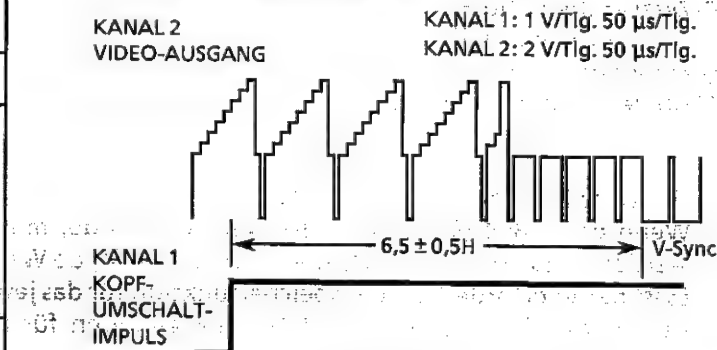

Abbildung 5-2.
6. Die Überprüfung der Wellenform am Oszilloskop-Bildschirm wie in Abbildung 5-2. vornehmen. Dieser Vorgang muß unmittelbar nach der Einstellung des Kopfumschaltpunkts durchgeführt werden.
① In den TEST-Modus schalten, wenn die Einstellung der Funktionen KOPFUMSCHALTPUNKT und AUTOMATISCHE SPURLAGE nicht wirksam ist.
② Wenn die Cassettengehäusesteuerung-Baugruppe ausgebaut wurde, den Mechanismus-Betriebsmodus verwenden.